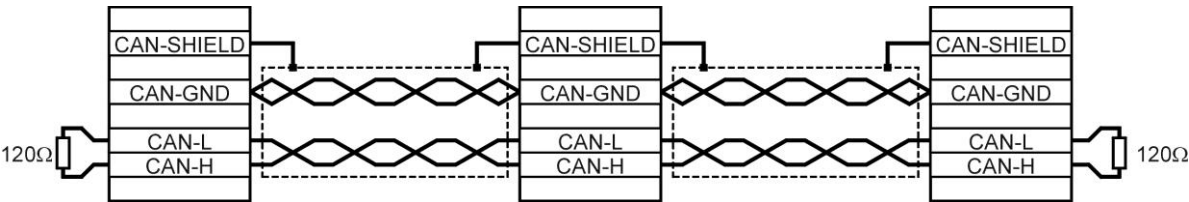

Fig. 7.5 Esempio di cablaggio per il bus CAN
- 1. Poiché i singoli nodi della rete sono generalmente interconnessi in modo lineare, il cavo CAN può essere collegato in serie da un regolatore all'altro (Fig. 7.5 Esempio di cablaggio per il bus CAN).